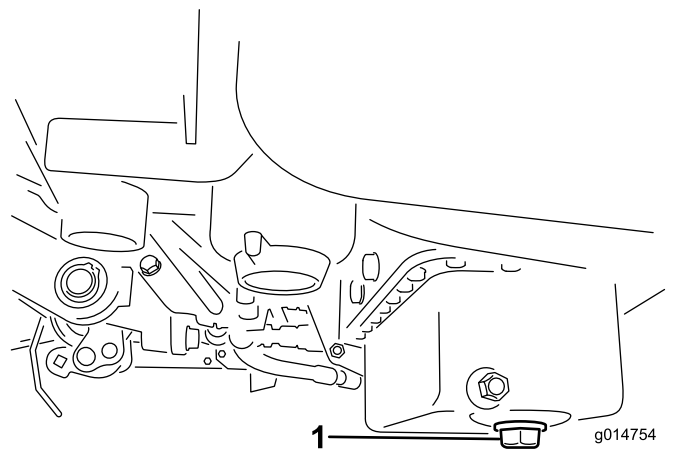

Figura 33
1. Togliete il tappo di spurgo e lasciate defluire l'olio in una bacinella. Quando l'olio cessa di defluire, rimontate il tappo (Figura 33).